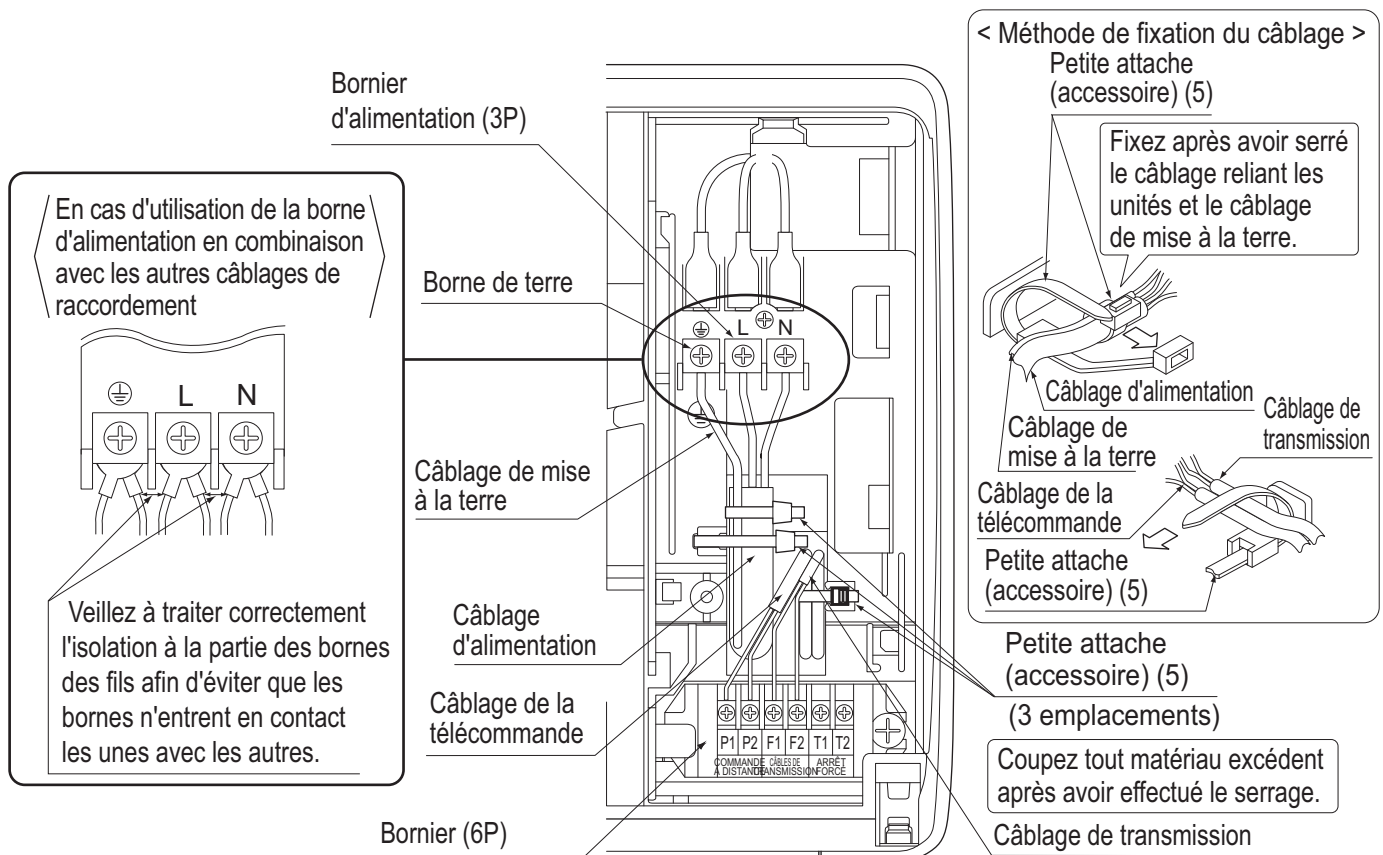

Fig. 21
**(Reportez-vous à la Fig. 21)**